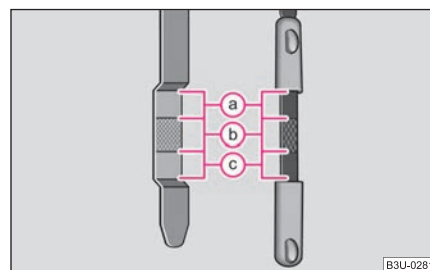

Fig. 175 Asta di livello dell'olio
- Estrarre quindi di nuovo l'asta di livello e leggere il livello dell'olio ⇒ fig. 175. ▶
Il livello dell'olio non deve mai superare il settore (a) ⇒ pag. 189, fig. 175. In caso contrario l'olio in eccesso verrebbe aspirato dallo sfianto del basamento e andrebbe a finire nell'impianto di scarico, e da qui nell'atmosfera. L'olio che si infila nel catalizzatore può bruciare e danneggiare la marmitta catalitica. ■